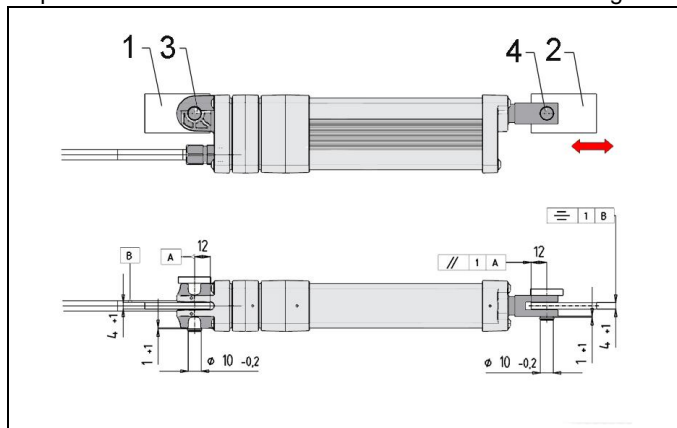

Fig. 1 : Fixation
Le produit est destiné à être monté conformément à la Fig. 1.
- La fixation comme décrit dans la figure 1.